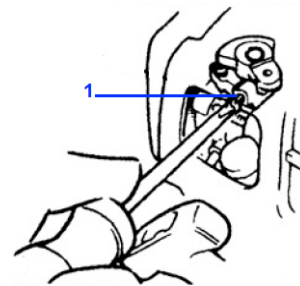

Fig.14
2. Se lo strumento di taglio ruota con il motore al minimo, ridurre la velocità minima girando la vite di regolazione del minimo in senso antiorario quanto necessario. (Fig.14)